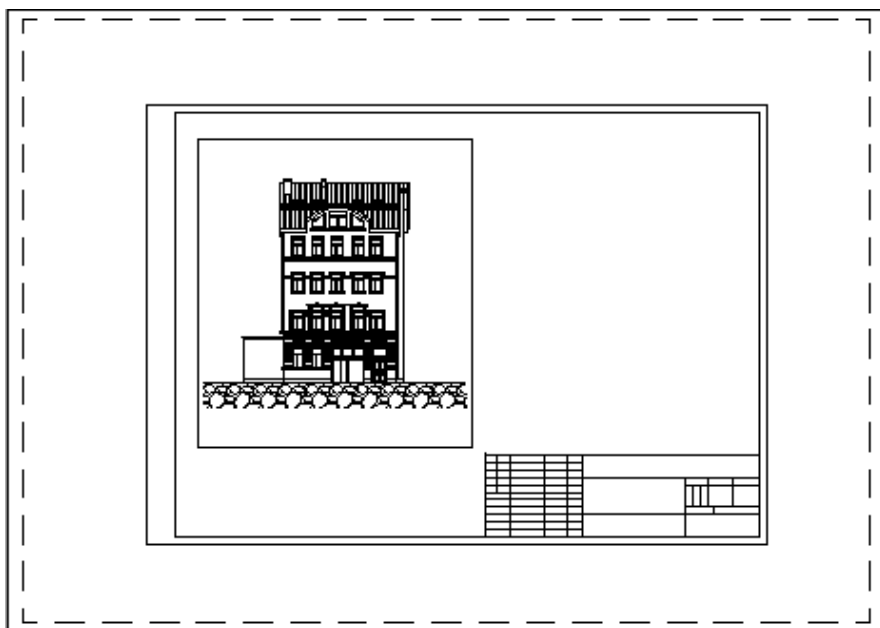

Рис. 19.22. Компоновка чертежа после создания первого видового экрана
- Создайте видовой экран для основного вида, открыв выпадающее меню **View** (Вид) и выбрав из него **Viewports** (Видеоэкраны), а затем из дополнительного меню **1 Viewport** (1 Видеоэкран), и по запросам команды указав два угла прямоугольного видеоэкрана. В плавающем видовом экране появится изображение модели в неизвестном масштабе (рис. 19.22).